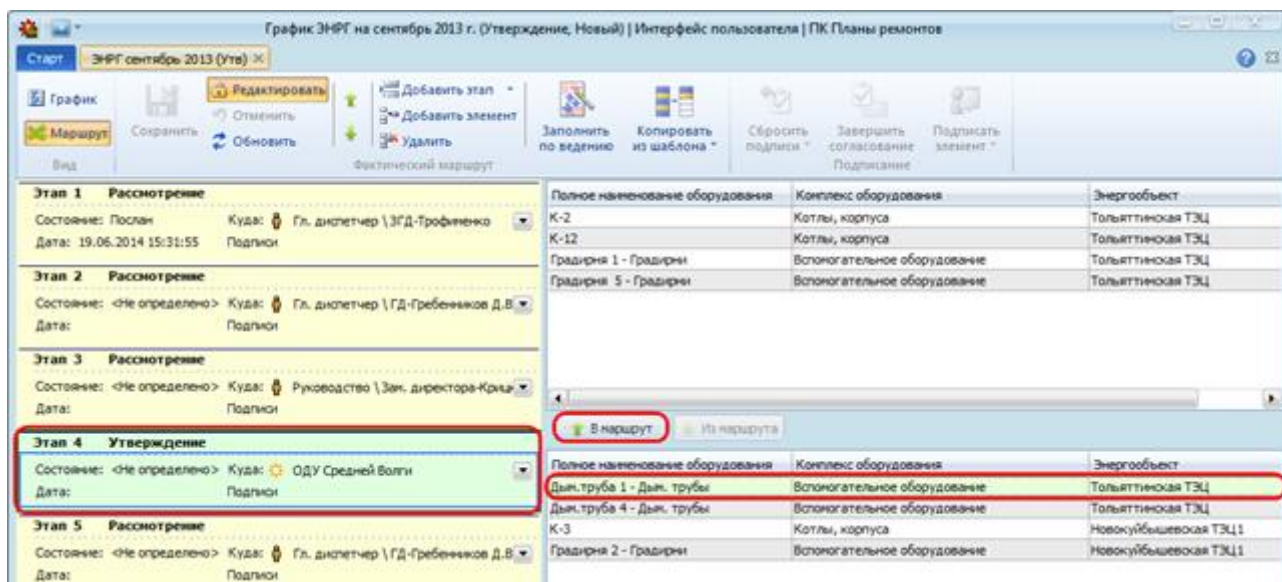

Рисунок 11.12 – Процедура включения оборудования в процесс рассмотрения
1) В нижней части области выбирается строка оборудования. Кнопка « В маршрут» становится активной (Рисунок 11.12).